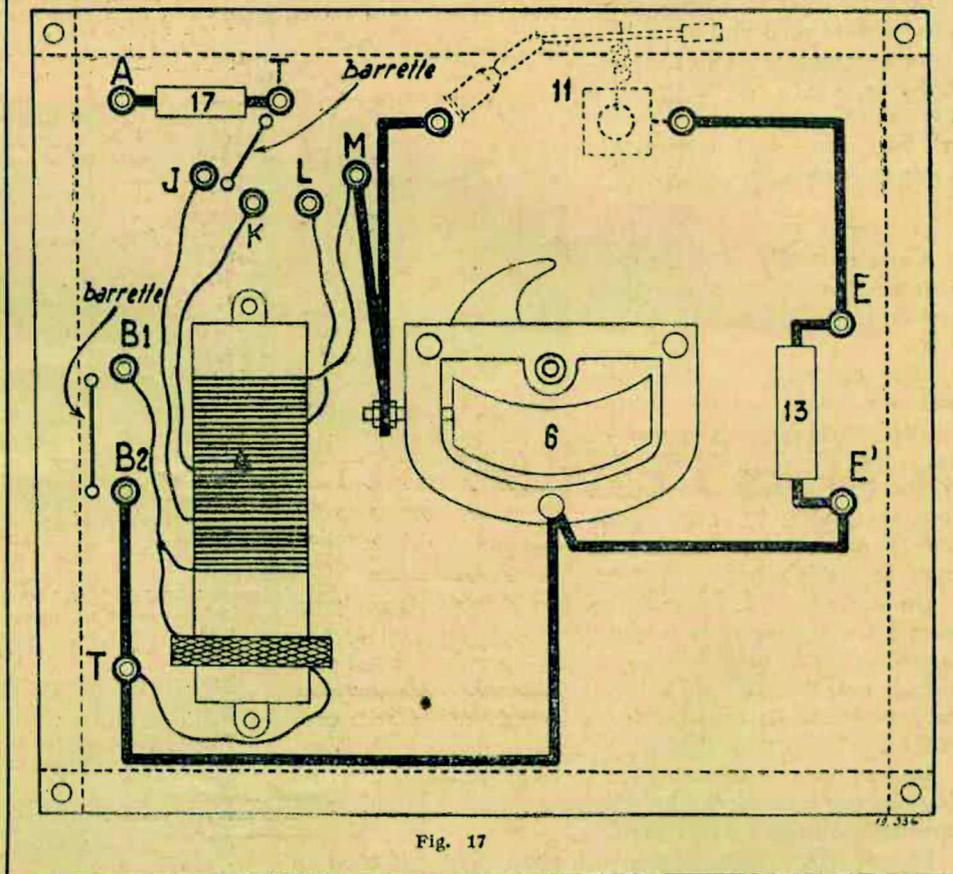

Fig. 17
e) *Montage définitif.* — On l'effectuera suivant le plan de câblage figure 17. La planche de montage sera percée tout d'abord de telle façon que toutes les pièces puissent se monter aisément, être disposées à peu près comme dans la figure 17, être le plus près les unes des autres et ne pas se toucher.